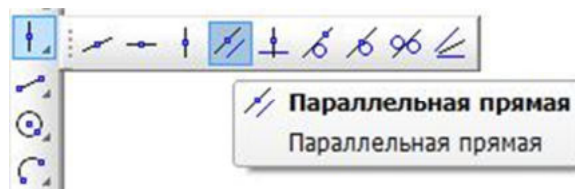

Рис. 5
- найдем центры отверстий с помощью Параллельных прямых **Панели расширенных команд**, раскрывающейся из кнопки **Вспомогательная прямая** (рис.5);